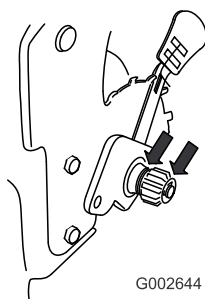

Figura 38
2. Aplique aceite lubricante al interior y al exterior de los engranajes (ver Figura 38).